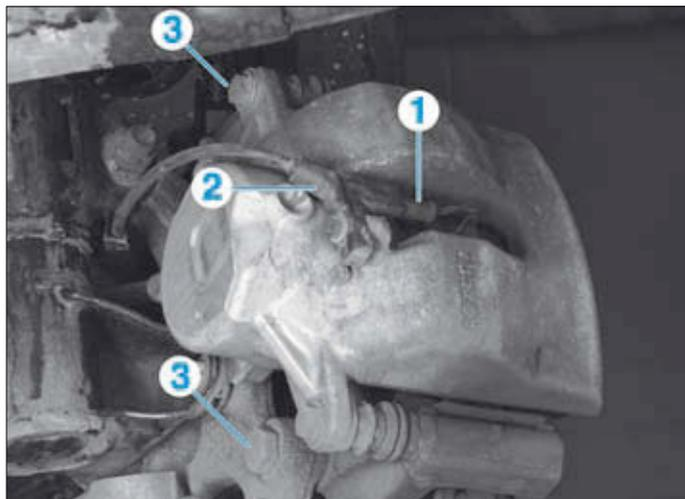
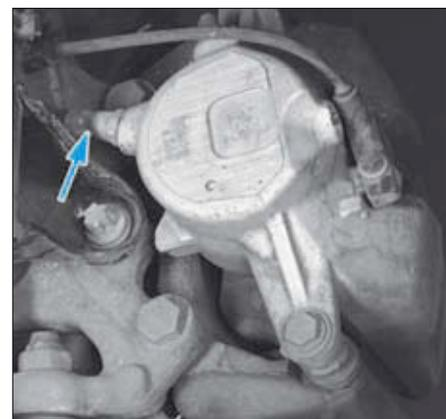

FIG. 1
FIG. 4
- Débrancher le connecteur (1) du capteur d'usure (Fig.1).
- Déposer le capteur d'usure (2) de l'étrier.
- Déposer les vis de fixation (3) des colonnettes.
- Desserrer le flexible de liquide de frein (flèche) de l'étrier (Fig.4).
- Déposer les vis de fixation (3) des colonnettes (Fig.1).